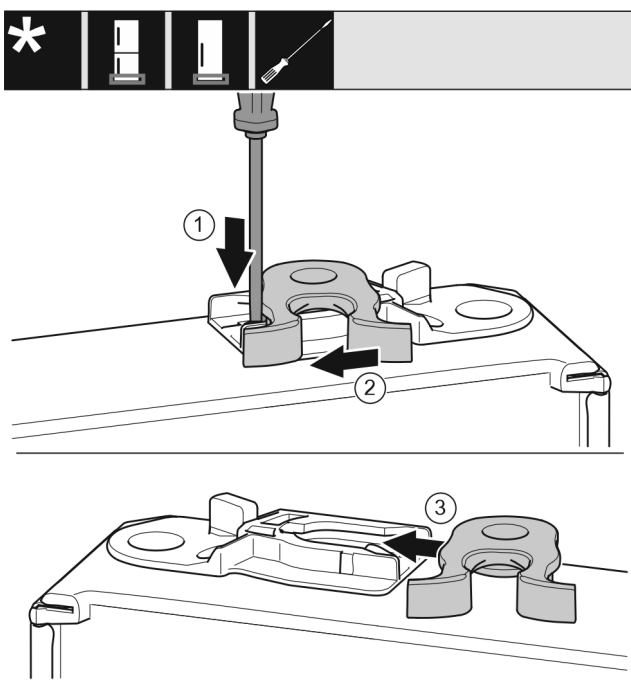

Fig. 17
- ▶ Dolna strona drzwi wskazuje do góry: Obrócić drzwi. Fig. 17 (1)
- ▶ Nakładkę wcisnąć w dół przy pomocy śrubokręta. Fig. 17 (2)
- ▶ Hak zamykający wyjąć z prowadnicy. Fig. 17 (3)
- ▶ Hak zamykający wsunąć w prowadnicę znajdującą się z drugiej strony. Fig. 17 (3)